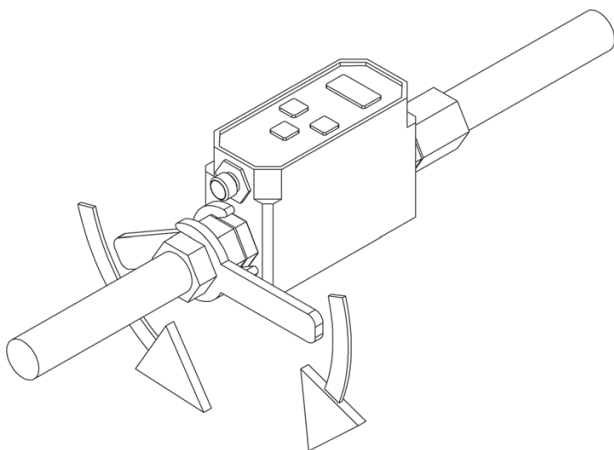
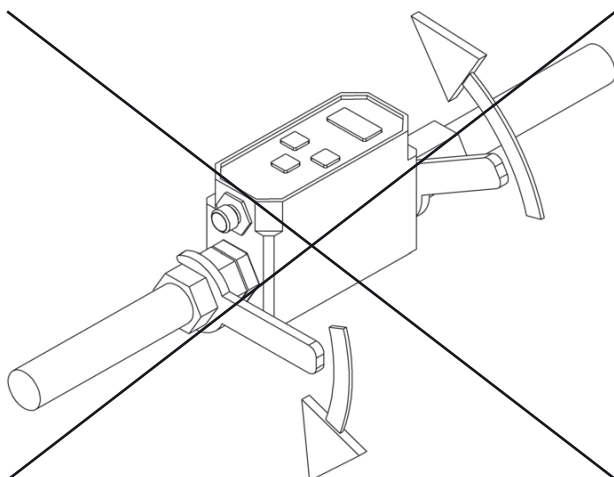

Fig. 7: Esempio di forze di taglio
Fig. 8: Esempio negativo di forze di taglio
Montaggio *in-line* in una tubazione rigida (vedere Fig. 7).
- Nel montaggio e in esercizio assicurarsi che non si verifichino forze di taglio (vedere Fig. 7 e Fig. 8).